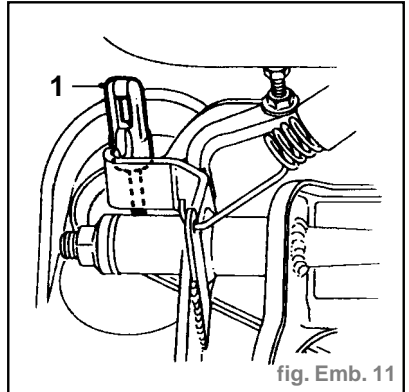

fig. Emb. 11
- Dégager les 2 fixations maintenant le panneau de fermeture sous le tableau de bord (2).
- Dégager le câble (1) de la pédale d'embrayage et tirer le câble et sa gaine au travers du tablier dans le compartiment-moteur (fig. Emb. 11).